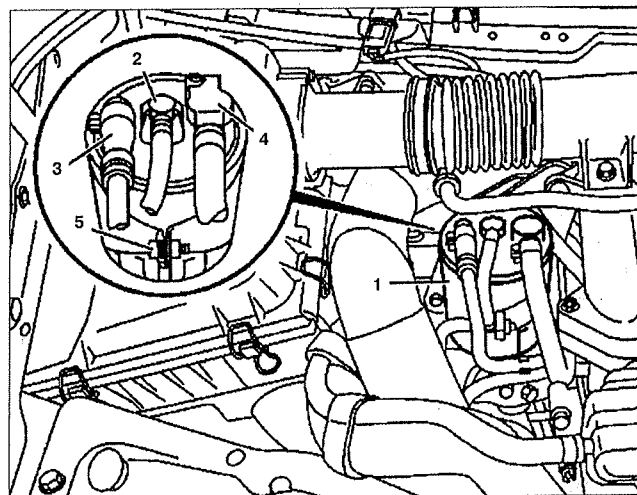

**Рис. 1.20.** Топливный фильтр двигателей 111.948 и 104.900:
- Зажмите резиновые трубки 2, подсоединенные к фильтру 1 (см. рис.1.20).